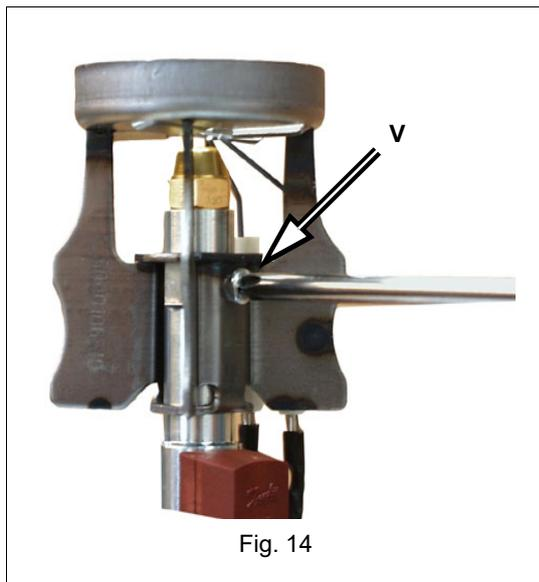
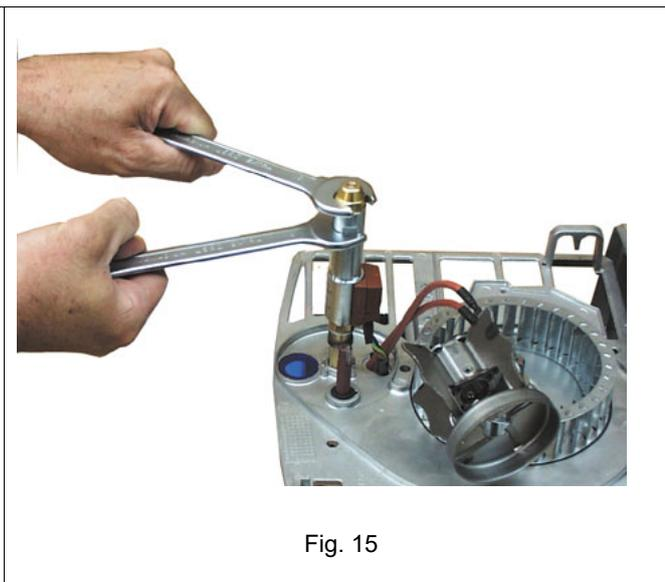

Fig. 14
Fig. 15
- esame e pulizia accurata della fotoresistenza rilevazione fiamma e se necessario sostituzione. In caso di dubbio verificare il circuito di rivelazione, dopo aver rimesso in funzione il bruciatore, seguendo lo schema in Fig. 15.
Prima di procedere allo smontaggio dell'ugello, rilevare la quota **A** reale e annotarla nella tabella riportata al paragrafo pag. 16 (Tab. 4). Svitare la vite **V** che fissa la testa di combustione e rimuovere la testa dal portaugello (Fig. 14 - Fig. 15).
- Rimontare la testa di combustione rispettando la quota **A** rilevata in precedenza, ricordando di fissare la vite **V** (Fig. 14).